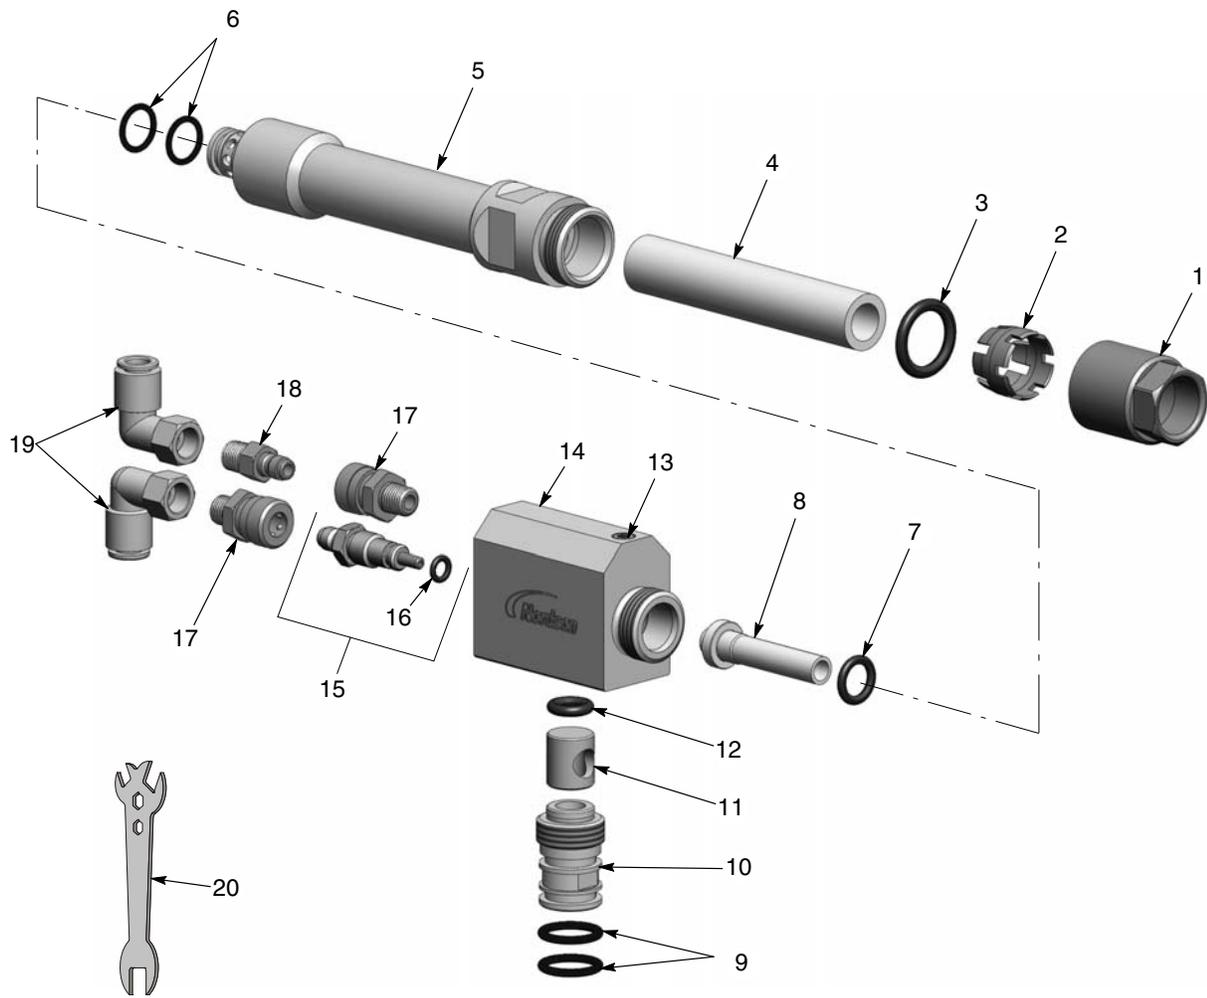

Рис. 3 Запчасти насоса
1. См. рис. 3. Отвернуть гайку (1) и вытянуть порошковый шланг из держателя сопла (5).
2. Используя 25-мм рожковый гаечный ключ, вывернуть держатель сопла (5) из корпуса (14).
3. Вытянуть сопло (8) из держателя. Снять с сопла уплотнительное кольцо (7).
См. рис. 3.